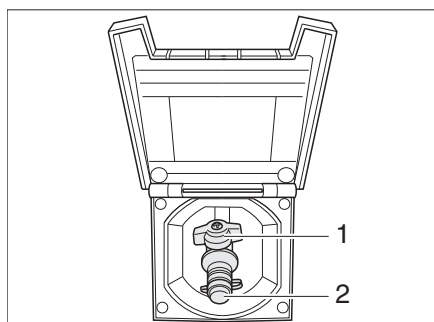

Fig. 209 Raccordement externe de gaz avec robinet d'arrêt de gaz fermé
Le raccordement externe de gaz (Fig. 209) se trouve du côté droit du véhicule. Dans des cas exceptionnels, le raccordement de gaz se trouve également du côté gauche du véhicule ou à l'arrière.
- Raccorder l'appareil à gaz externe sur le raccord (Fig. 209,2).
- Ouvrir le robinet d'arrêt de gaz (Fig. 209,1).